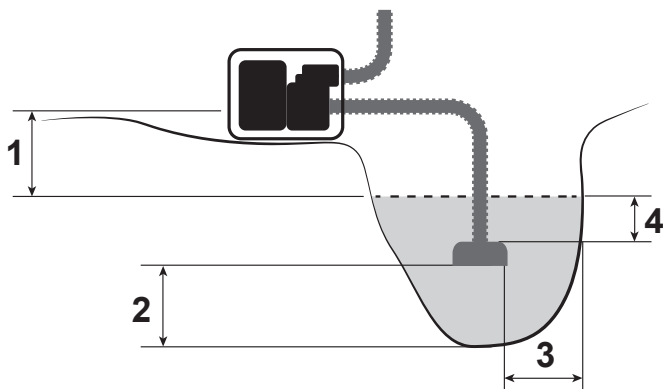

Рис. 12 Расположение мотопомпы и всасывающего фильтра
1. Установите мотопомпу вблизи водоема (емкости) на твердую ровную горизонтальную поверхность, опустите всасывающий рукав с установленным фильтром в водоем (емкость), обеспечив вертикальное положение фильтра. При расположении всасывающего рукава с установленным фильтром соблюдайте все требования, указанные на Рис. 12.
2. Необходимо установить мотопомпу как можно ближе к водоему. Чем меньше высота расположения мотопомпы по отношению к уровню забора воды (Рис. 12 п. 1), тем быстрее происходит всасывание воды и выше производительность насоса.
Не превышайте высоту расположения мотопомпы по отношению к уровню забора воды (Рис. 12 п. 1).
4. В процессе выкачивания воды из водоема (емкости) уровень воды в водоеме (емкости) будет естественным образом понижаться. Если требуемые расстояния (Рис. 12 п. 2, 3, 4) между всасывающим фильтром и стенками,